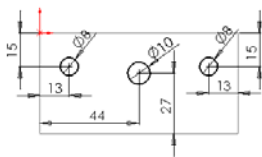

图 10-22 标注的草图
- 3) 单击[草图]控制面板中的[智能尺寸]按钮，标注上一步绘制圆的直径及其定位尺寸，结果如图 10-22 所示。